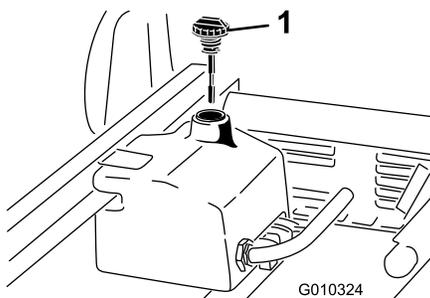

Рисунок 19
- Очистите зону вокруг заливной горловины и крышки гидравлического бака (Рисунок 19).
3. Извлеките масломерный шуп (Рисунок 19) из заливной горловины и протрите его чистой ветошью.